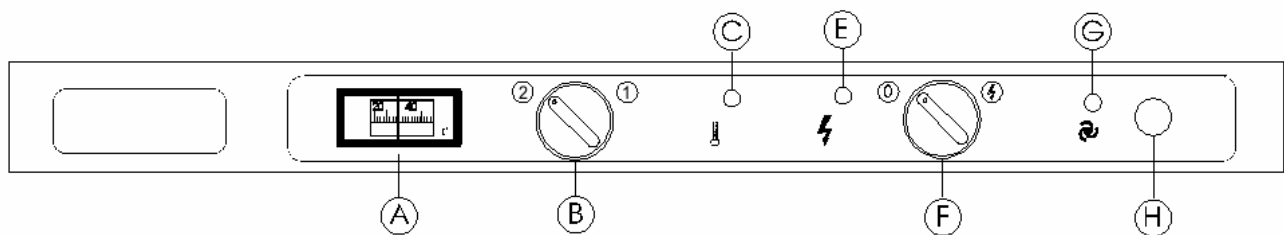

Abb. 1
Gemäß Abb. 1 wird die Spülmaschine durch Betätigung des AN/AUS-Schalters (F) in Position  eingeschaltet, was durch das Aufleuchten der Kontroll-Leuchte (E) angezeigt wird.